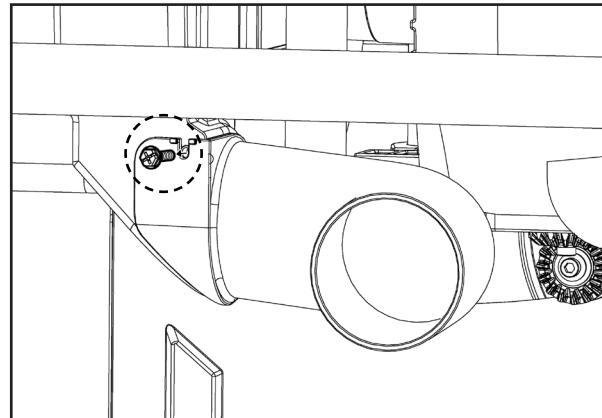

Figura 61
1. Retire el tornillo hexagonal ubicado en la parte posterior del conducto de polvo utilizando la llave Allen bidireccional de 3/16 pulgada (en forma de L) suministrada **HP23**. Vea la Figura 61.